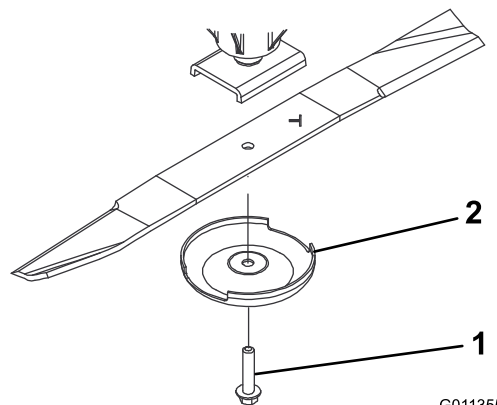

Figure 76
- Enlevez le boulon, la coupelle de protection et la lame de l'axe de pivot (Figure 76).